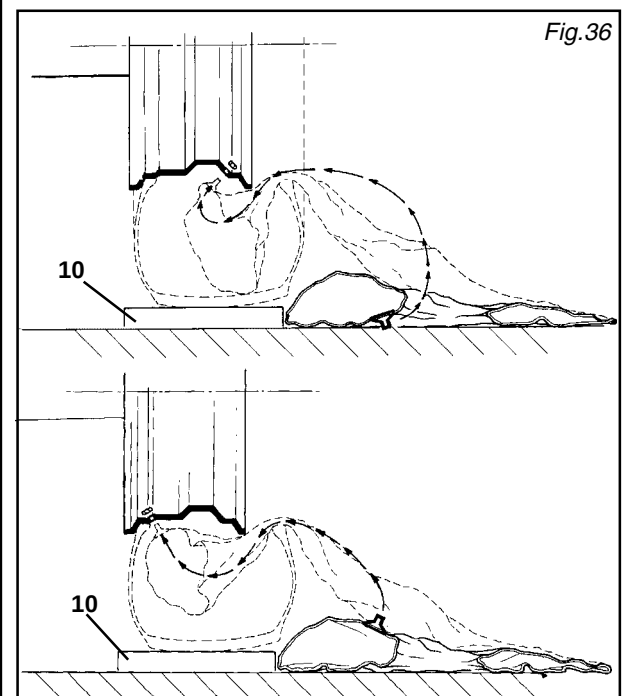

Fig. 36
N.B.: Il foro per la valvola può trovarsi in posizione asimmetrica rispetto al centro del cerchio. In questo caso è necessario posizionare ed introdurre la camera d'aria come indicato in fig. 36